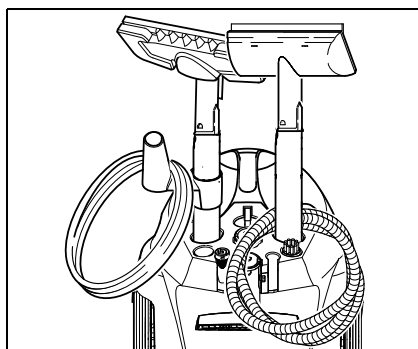

Рис. 3
- Вставить удлинительные трубки в большие держатели для принадлежностей (см. рис. 3).